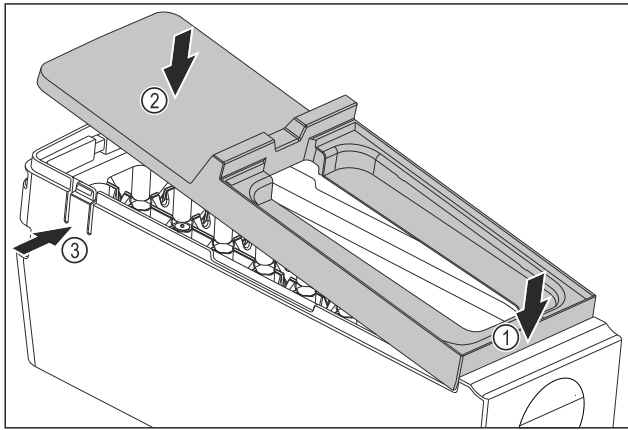

Fig. 148
- ▶ Montáž krytu korpusu EasyTwist-Ice: Kryt nasadíte vpredu. Fig. 148 (1)
- ▶ Kryt spustíte dozadu. Fig. 148 (2)
- ▷ Kryt počutelné zapadne od oboch strmeňov Fig. 148 (3).